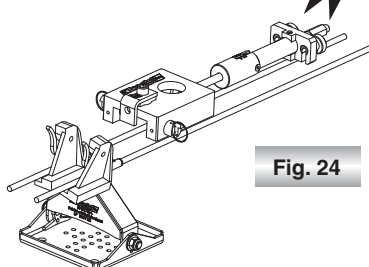

Fig. 24
- 2) Posizionare un fermacavo TIRVIT T2 su ogni cavo contro la testa dell'ancoraggio d'estremità, come indicato alla Fig. 24 (fare attenzione al senso del posizionamento : il piatto del fermacavo deve essere in appoggio contro la testa dell'ancoraggio. Nel senso inverso non sarebbe possibile trattenere il cavo).
N.B : Prima di posizionare l'attrezzo di messa in tensione, Fig 24.
- 4) Posizionare l'attrezzo di messa in tensione Tractel codice 027988 (vedi Fig 24) sulla testa dell'ancoraggio d'estremità dopo avervi montato l'adattatore travflex (spinotto di posizionamento) Travflex codice 067538 (vedi Figura 4 pag. 11). Posizionare i cavi nell'attrezzo come indicato alla Fig.24, con le scanalature delle viti scanalate (dettaglio A Fig 24) poste sui cavi.